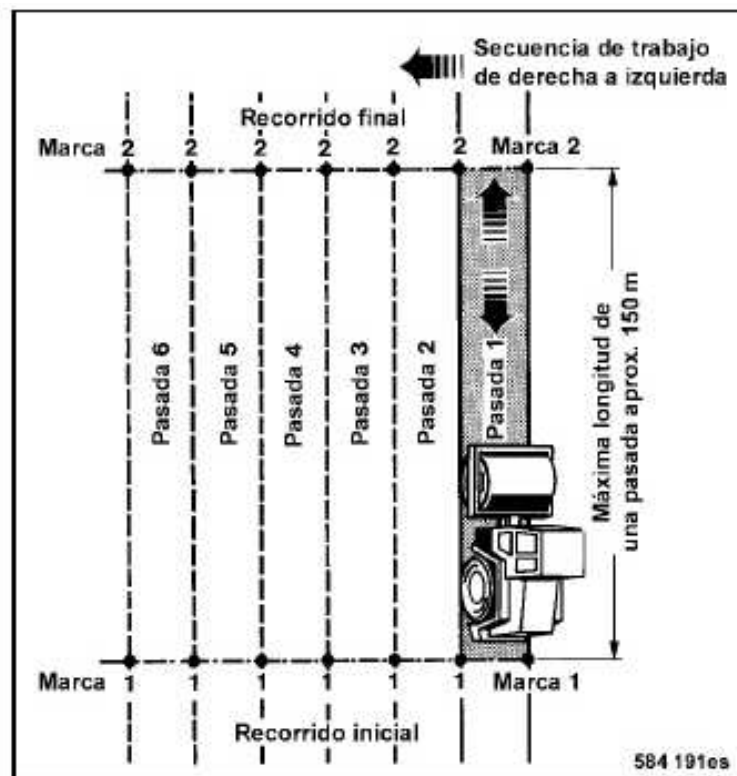

Fig. 77
- Marcar el recorrido a compactar (Fig. 77).